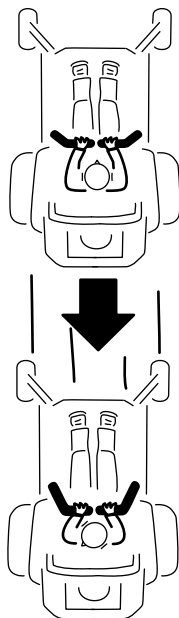

Рисунок 24
2. Щоб ввімкнути задній хід, повільно потягніть важелі керування в зворотному напрямку (Рисунок 24).